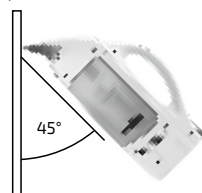

Figure 5
- Nettoyer les fenêtres comme vous en avez l'habitude avec de l'eau et des produits détergents usuels. Allumez l'aspirateur à vitres en actionnant l'interrupteur de l'appareil. Le voyant de fonctionnement s'allume en vert et reste constamment allumé. Placez la raclette en caoutchouc de l'appareil sur la surface à aspirer et faites-le descendre de haut en bas en exerçant une légère pression sur la surface. Vous obtenez les meilleurs résultats en inclinant l'appareil sur un angle de 45° par rapport à la vitre (voir Fig. 5).